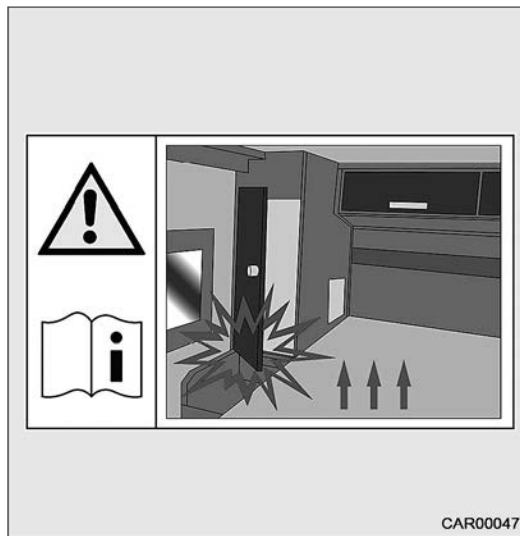

Fig. 85 Autocollant sur le placard
- Sur les véhicules avec garage à vélo électrique : fermer la penderie avant de charger le garage à vélo électrique. Sinon la porte de la penderie risque d'être endommagée. Observer ce qui est écrit sur l'autocollant (Fig. 85).